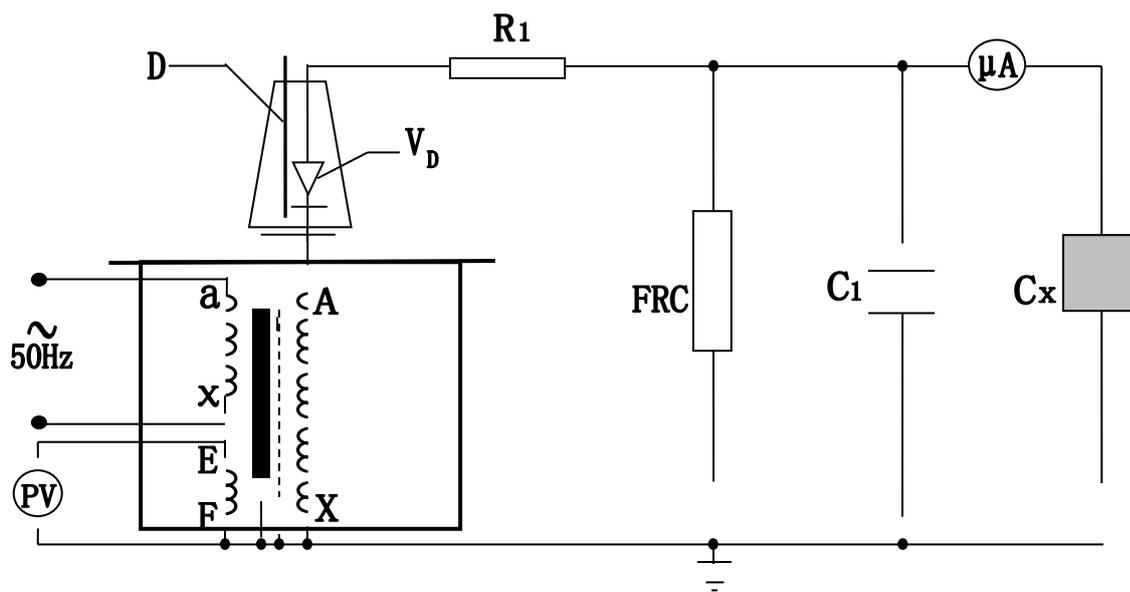

图 5：高压直流泄漏试验接线图
2、试验变压器在做被试品的直流耐压或泄漏试验时接线原理图如图 5。
注：此试验应先抽出短路杆“D”，图 5 中所示。